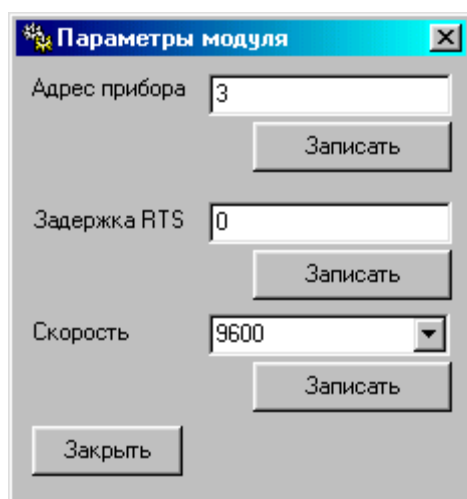

Рис. 4. Вид окна «Параметры модуля».
2.4.1.3. Параметры связи модуля (адрес в сети, задержка ответа и скорость обмена данными) задаются в окне **Параметры модуля** (рис.4). Окно раскрывается после выбора наименования модуля в таблице **Состав комплекса** и активизации кнопки **Свойства**, расположенной под таблицей.